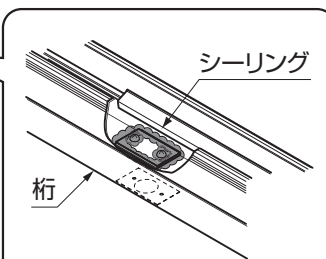

図13-17
- ⑱アタッチメントパッキンの周囲をシーリングしてください。(図13-17参照)
- 孔ふさぎプレート取付け後、雨樋部から飛出しているネジの周囲にシーリングをしてください。十分にシーリングしていないと雨漏りの原因になります。(図13-17参照)